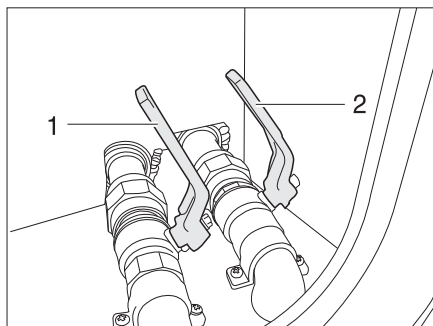

Fig. 214 Grifo para la eliminación de aguas residuales
El grifo para la eliminación de aguas residuales (Fig. 214,2) está en el doble fondo. El grifo para la eliminación de aguas residuales está identificado con el rótulo "Abwasser" (Aguas residuales).
- Abrir el grifo para la eliminación de aguas residuales (Fig. 214,2). Se vacía las aguas residuales.